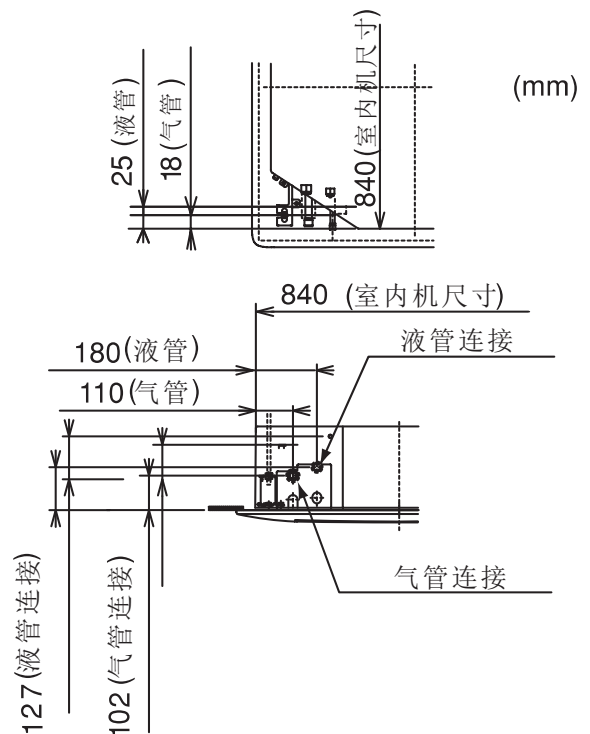

图8.1 管连接的位置
- (1) 确认截止阀已关闭。
- (2) 现场筹备管道。
- (3) 对于配管连接，用扳手拧紧纳子帽，所用扭矩见表8.2。
- (4) 室内机管的连接位置见图8.1；
- (5) 室外机配管直接与截止阀进行连接。